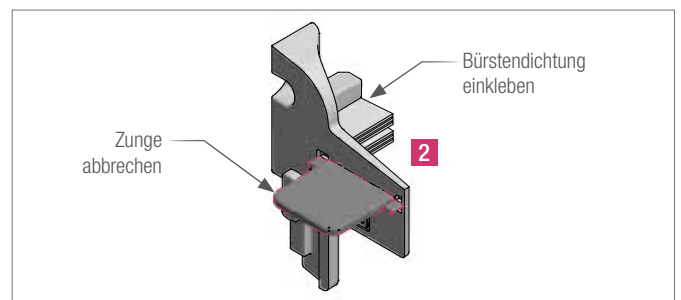

Abb. 8: Konfektion von Endkappe Wetterschenkel Teil 2
- Nach der Beschlagmontage kann nun Teil 2 der Endkappe von oben nach unten am Flügelüberschlag und durch die Beschlagnut auf die bereits montierte Endkappe geschoben und festgeschraubt werden. Auf der Beschlagseite muss hierzu die „Zunge“ (Abb. 8) entfernt werden.